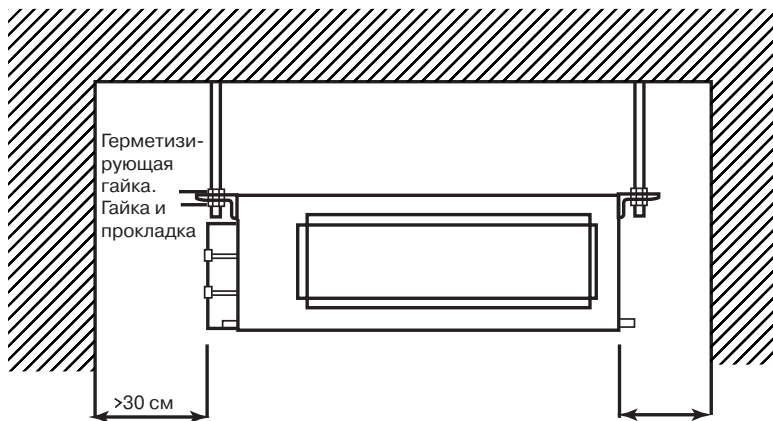

Рис.2. Место установки внутреннего блока
- Удостовериться в том, что для установки внутреннего блока имеется достаточно места (смотри рис.2)